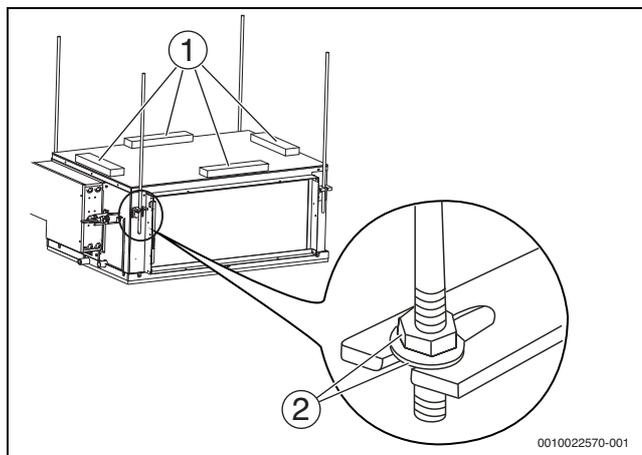

Рис. 15
- ▶ Используйте уровень, чтобы расположить корпус блока горизонтально (→ рис. 15). (Запрещается наклонять блок в сторону от сливной системы. Следует наклонить его в сторону слива воды.)